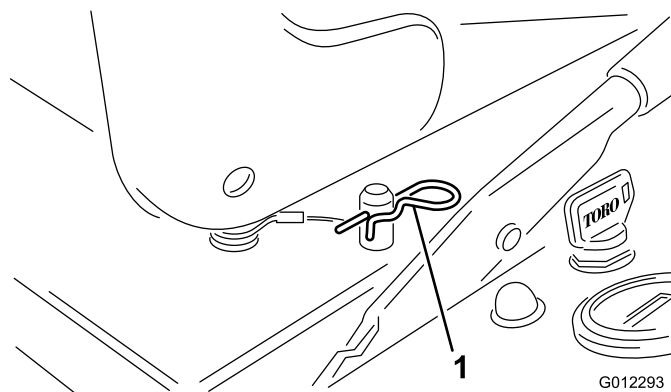

Figura 19
1. Rimuovete il fermaglio di ritegno dal perno di bloccaggio del sedile (Figura 19).